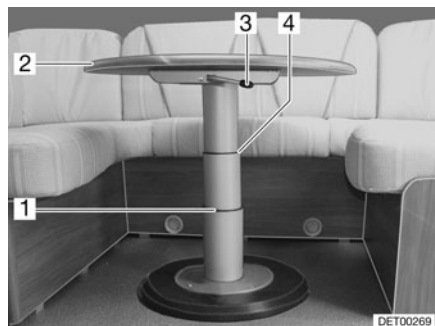

Fig. 81 Table à hauteur réglable de la dînette en U
- Faire basculer le levier de verrouillage (Fig. 81,3) vers la gauche. Le verrouillage est ouvert.
- Appuyer le plateau de table (Fig. 81,2) au milieu vers le bas jusqu'à la butée désirée (Fig. 81,1 ou 4) et le maintenir appuyé.
- Faire basculer le levier de verrouillage (Fig. 81,3) vers la gauche. La table à hauteur réglable est verrouillée.